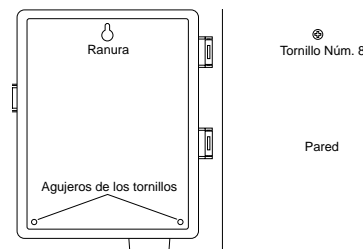

FIGURA 16: Montaje de un programador de interior
- Para completar la sujeción del programador a la pared, clave dos tornillos del n° 8 a través de los dos orificios que se encuentran en la parte inferior de la caja del programador [Vea la Figura 16].